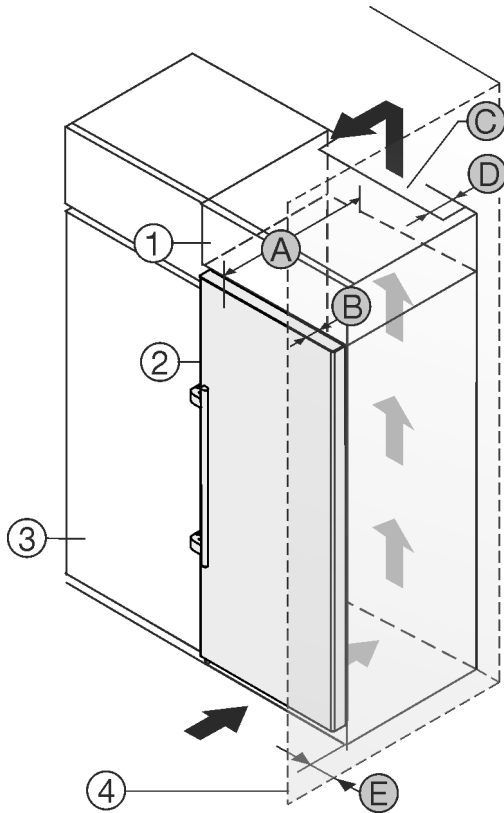

Fig. 2
Voit pystyttää laitteen suoraan jääkaapin Fig. 2 (3) viereen.*
Lisäkaapin takana on oltava lisäkaapin levyinen poistoilma-kuilu, jonka syvyys on Fig. 2 (D).*
Katon alapuolelle on jäätävä ilmanvaihdon poikkipinta-alaa Fig. 2 (C) vastaava tila.*
Jos asennat laitteen oven saranapuolen seinän Fig. 2 (4) viereen, laitteen ja seinän väliin on jätettävä vähintään 57 mm väli. Tämä vastaa kahvan ulkonemaa oven ollessa auki.*
Jotta voit avata ovet kokonaan, laitteen on oltava oven syvyyden Fig. 2 (B) verran ulospäin keittiökaappien etureunasta. Keittiökaappien Fig. 2 (3) syvyyden ja välikkeiden käytön mukaisesti laite voi olla ulompana.*